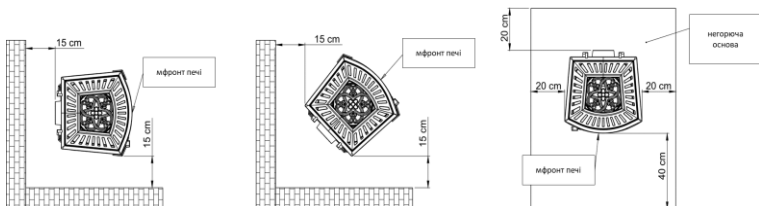

рис. 3. Безпечна відстань від печі до негорючих частин.
- встановити її на негорючій основі, яка розмірами більша за піч мін. на 0,4 м від передньої частини печі і мін. 0,2 м, від бокових частин і ззаду печі (див. рис. 3),
- рекомендована відстань від негорючих частин - не менше 15 см (рис. 3).